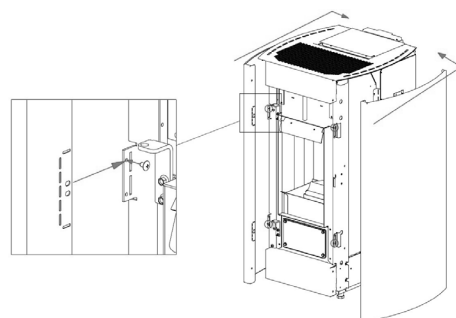

Fig. 57 - Extracción de los laterales
- Afloje los 4 tornillos traseros (ver **Fig. 57**).